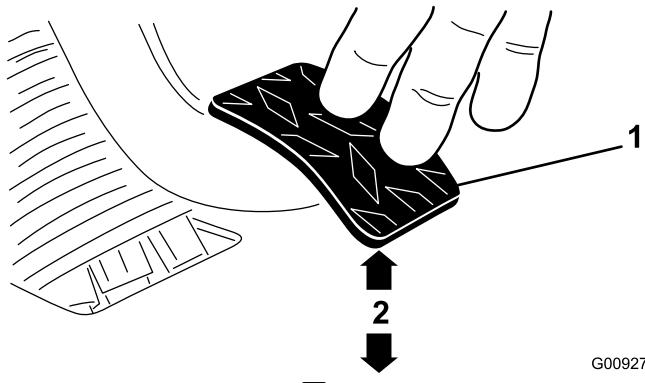

図 70
3. ジャムナットまたはボールジョイントを調整する1.8 kgの力でクラッチペダルを踏んだ時にペダルの裏面の下端が床のダイヤモンド柄の頂部から 9.5 ± 0.3 cmになるようにする図 70。